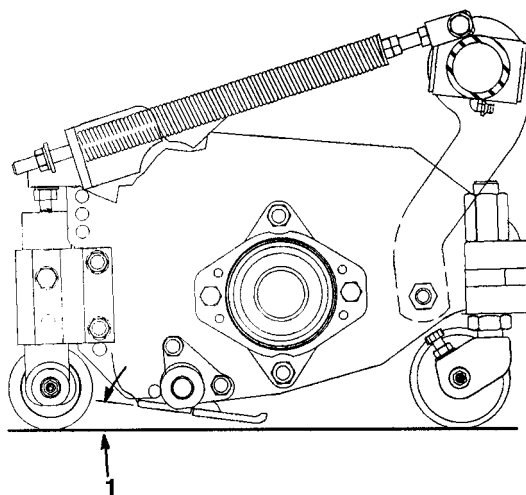

Fig. 9
**VIKTIG:** Klippeenhetens vinkel virker sterkt inn på virkemåten. Vinkel betyr her vinkelen mellom kniven og bakken (fig. 9). Justérbare braketter fremme og bak tillater variabel justering av vinkelen innen skalaen for klippehøyde. Alle klippeenhetene må ha samme vinkel. Hvis ikke, vil klipperesultatet bli mindre bra.